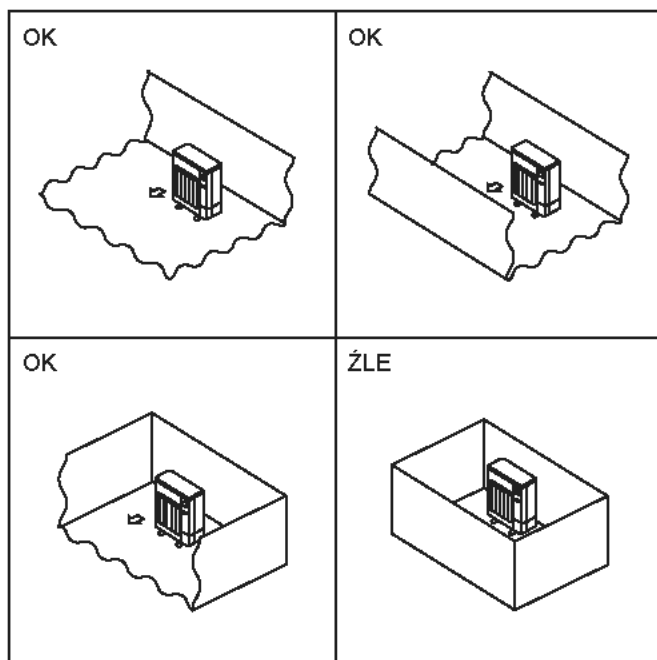

Fig. 2-1
- ⊗ Jednostki zewnętrzne należy instalować w miejscach, które są otwarte z co najmniej jednej z czterech stron i oferują dostatecznie dużą powierzchnię bez zagłębień. (Fig. 2-1).